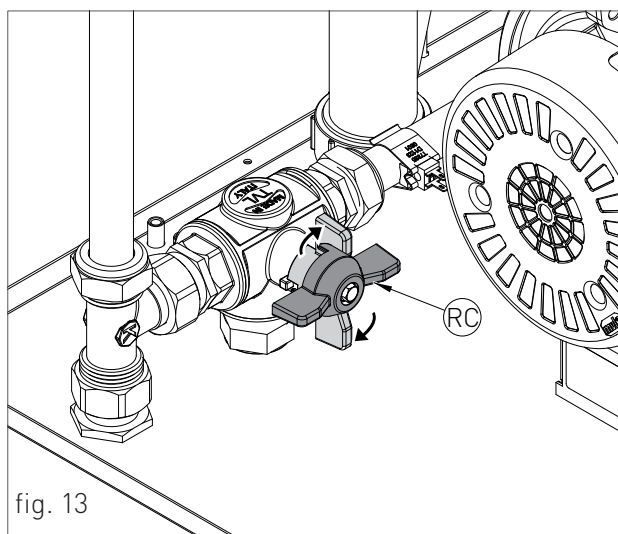

fig. 13
- › Tourner la vanne à trois voies sur la position « recirculation », selon la figure 13, position 'RC'.